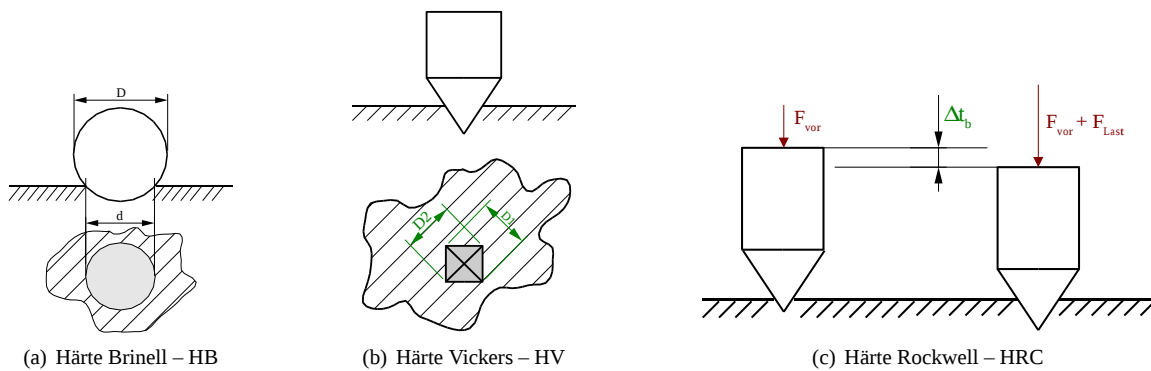

Abbildung 7.2: Härteprüfverfahren
1. **Brinell (siehe Abb. 7.2(a))** (für dicke Bauteile; $> 2 \cdot d$)
2. **Vickers (siehe Abb. 7.2(b))** (Probendicke $> 1,5d$)
3. Rockwell (siehe Abb. 7.2(c))